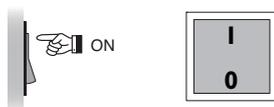

Fig. 5.a
**I-0-Schalter:** Einschalten (Fig. 5.a).